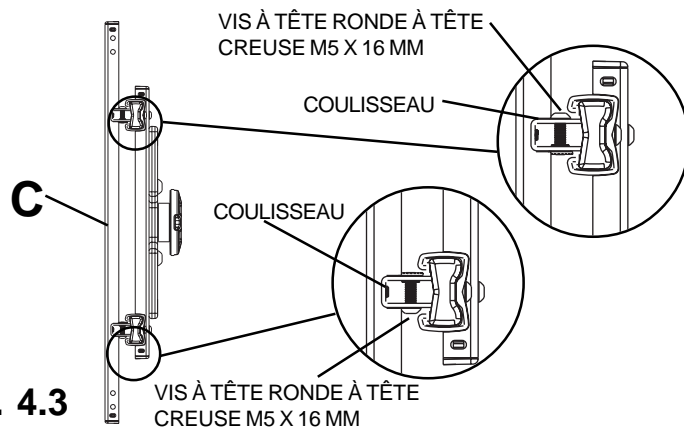

fig. 4.3
- 4-4** Afin d'éviter de rayer l'écran, posez un morceau de tissu sur une surface plane et de niveau qui peut supporter le poids de l'écran. Placez l'écran à plat, tourné vers le bas. Consultez les instructions du fabricant de l'écran pour retirer les boutons, la base, le couvercle ou la/les vis à l'arrière de l'écran pour le montage des supports de l'écran (C). Ajustez les supports de l'écran (C) pour les aligner avec les trous de montage de l'écran comme illustré à la Figure 4.4. Choisissez les vis de taille petite, moyenne, grande ou très grande dans le paquet de fixations puis attachez les supports d'écran (C) à l'écran en respectant la Figure 4.5 ou 4.6 à la page 39. Resserrez les vis des coulisseaux M5 x 16 mm comme illustré à la Figure 4.3.